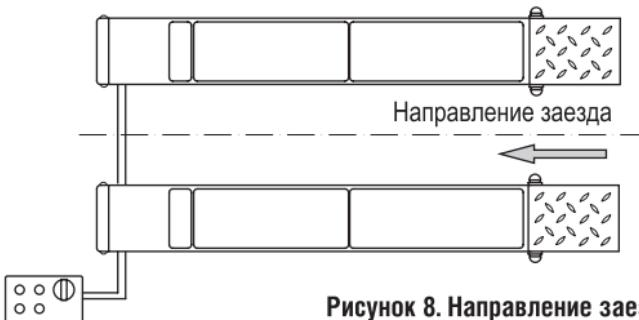

Рисунок 8. Направление заезда.
9. Установите транспортное средство на подъёмник, заезд осуществляется с определённой стороны (рис. 8). Дополнительная платформа должна находиться под днищем автомобиля. Следите, чтобы центр ТС был смещён не более чем на 2/3 своей длины от геометрического центра платформ. Следите за смещением центра тяжести транспортного средства – возможно, потребуется разгрузить автомобиль перед подъёмом. Запрещено демонтировать силовую установку во время нахождения автомобиля на дополнительной платформе.